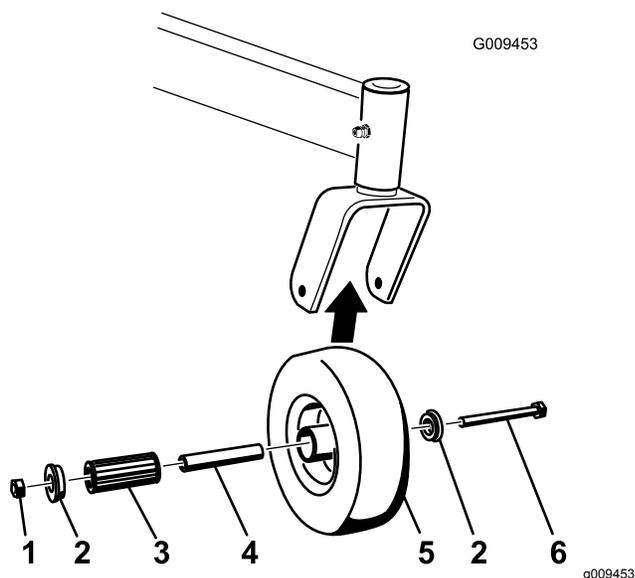

Figura 61
1. Togliete il dado di bloccaggio e il bullone della ruota che sostiene la ruota orientabile sulla forcella orientabile (Figura 61).
2. Togliete una boccola, quindi estraete la boccola chiave e il cuscinetto a rulli dal mozzo della ruota (Figura 61).
3. Togliete l'altra boccola dal mozzo della ruota e pulite via l'eventuale grasso o sporcizia presenti sul mozzo della ruota (Figura 61).
**Nota:** Sostituite eventuali parti danneggiate o usurate (Figura 61).
5. Posizionate una boccola nel mozzo della ruota (Figura 61).
6. Lubrificate il cuscinetto a rulli e il cuscinetto chiave e fateli scorrere nel mozzo della ruota (Figura 61).
7. Posizionate la seconda boccola nel mozzo della ruota (Figura 61).
8. Montate la ruota orientabile nella forcella orientabile e fissatela con il bullone della ruota e il dado di bloccaggio (Figura 61).
9. Serrate il dado di bloccaggio finché la boccola chiave tocca in fondo l'interno delle forcelle orientabili (Figura 61).